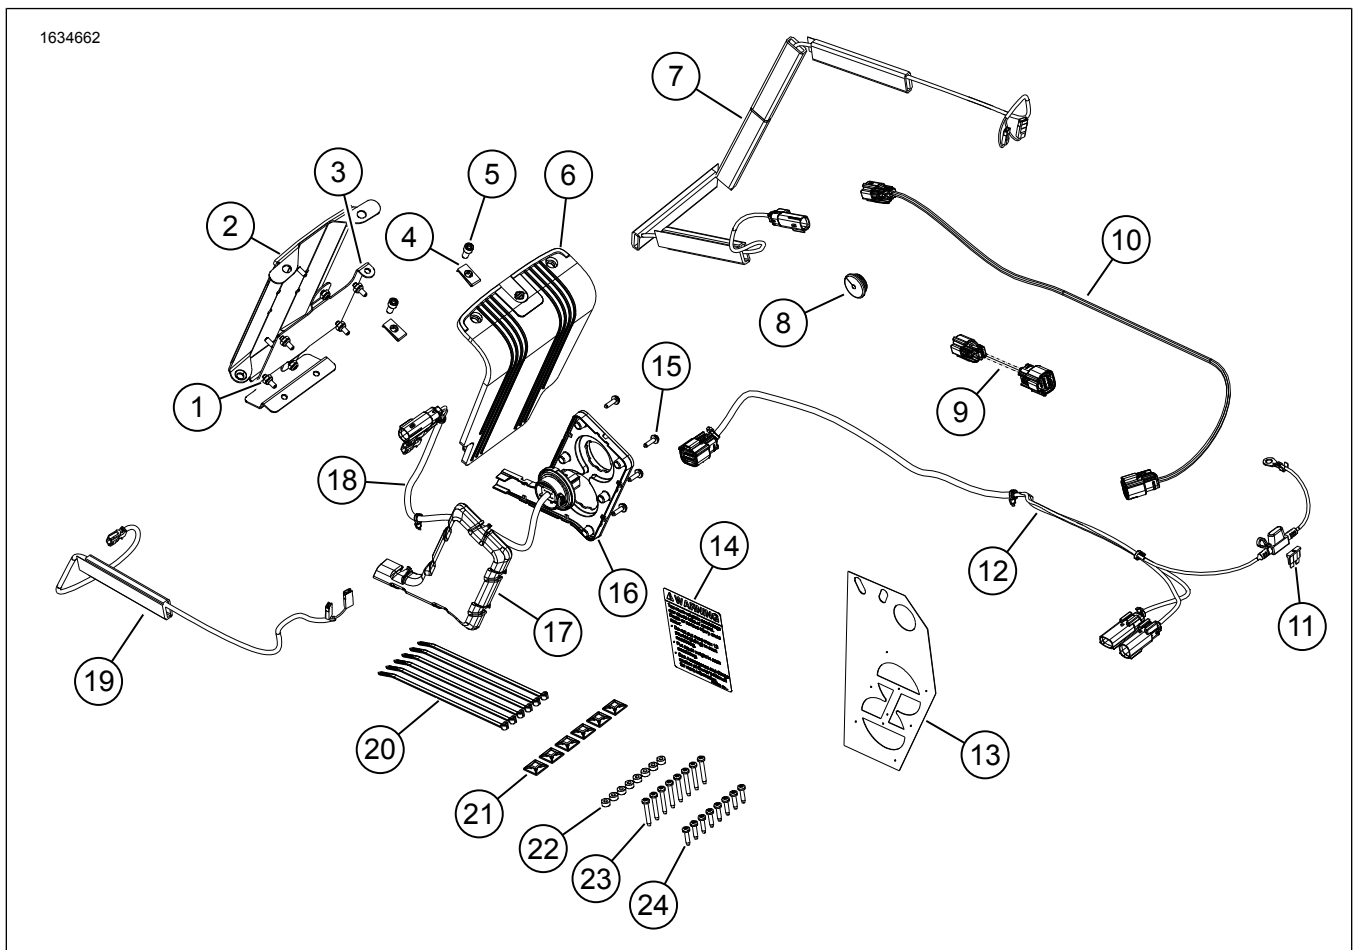

Abbildung 1. Inhalt des Satzes: Bluetooth-Audio – Powered von Rockford Fosgate
3. Abbildung 1 Aufkleber mit Fassungsvermögen der Satteltasche (14) anbringen.